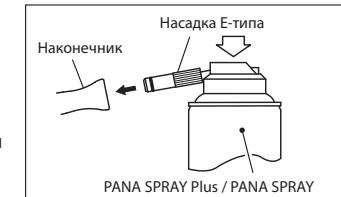

Рис. 5
- Спрей PANA-SPRAY Plus / PANA-SPRAY (Рис. 5)